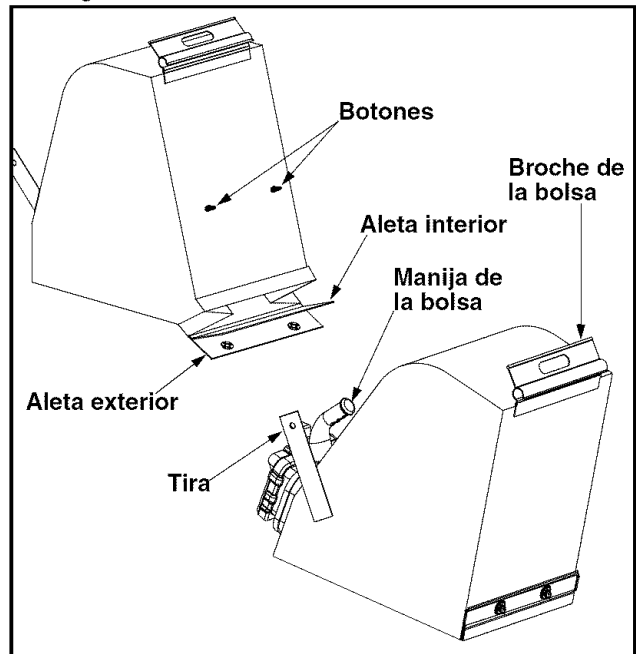

Figure 9
- Desenganche las tiras de la bolsa de la manija inferior y desabroche el broche de la bolsa de la parte superior de la manija inferior. Ver Figure 9.
- Gire los dos botones de la parte posterior de la bolsa para abrirla y vaciar el contenido. Ver Figure 9.